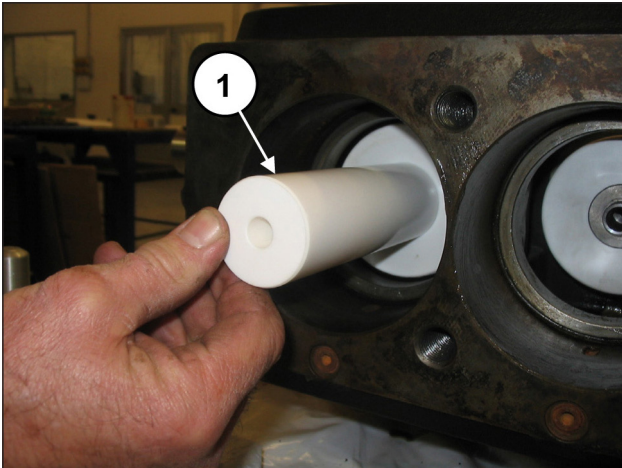
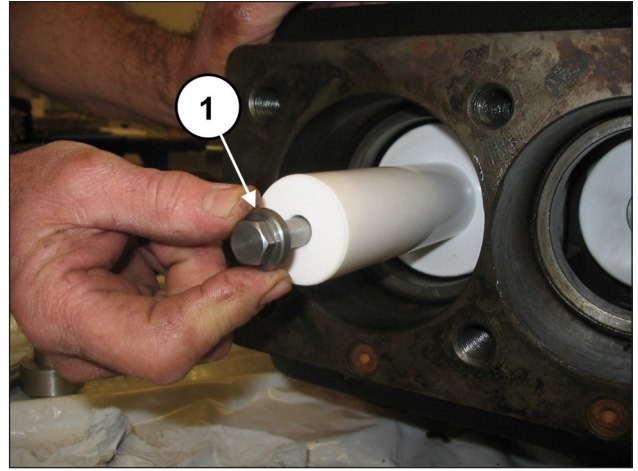

Fig. 137
Fig. 138
Monte os pistões nas respectivas guias (pos. ①, Fig. 137) e fixe-as, conforme a pos. ①, Fig. 138.